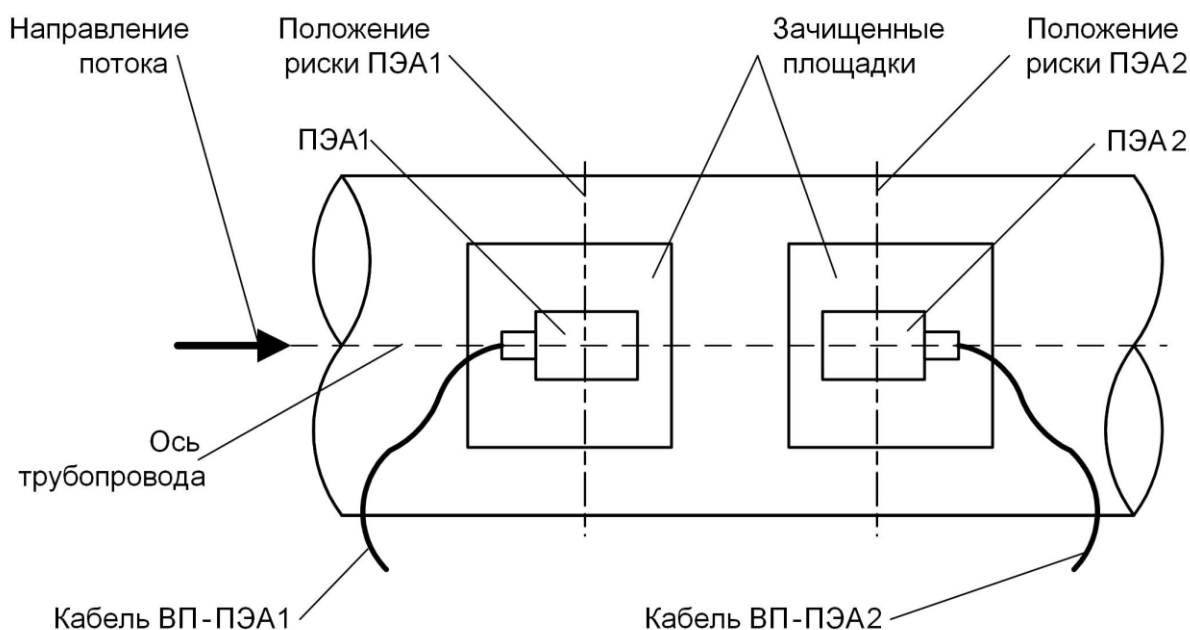

Рис.5. Положение ПЭА на трубопроводе (при установке по V-схеме).
5.1.3. Излучающая поверхность обоих ПЭА пары смазывается контактной смазкой. Один из пары ПЭА, притирая, устанавливается в середину зачищенной площадки в соответствии с рис.5 и закрепляется с помощью ремней или прижимного устройства из комплекта поставки. На ИУ отмечается положение рисков на боковых стенках этого ПЭА.